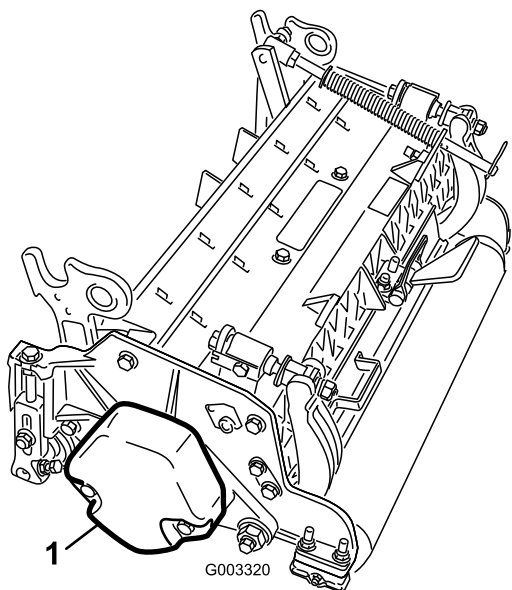

图4
4. 按照滚刀组操作手册的描述，确保将配重块（图4）安装到滚刀组正确的一端上。